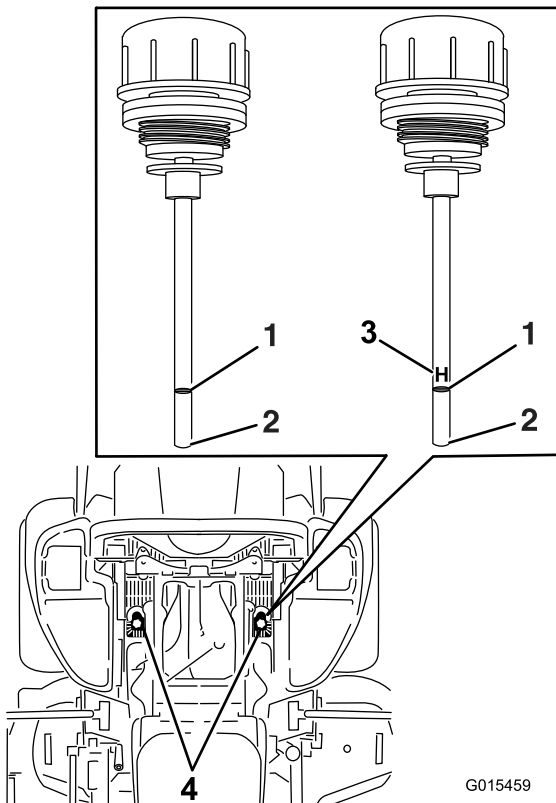

Figura 84
5. Limpie la zona alrededor de las varillas de los depósitos del sistema hidráulico (Figura 84).
6. Retire una varilla del depósito hidráulico (Figura 84).
8. Retire la varilla e inspeccione el extremo (Figura 84).